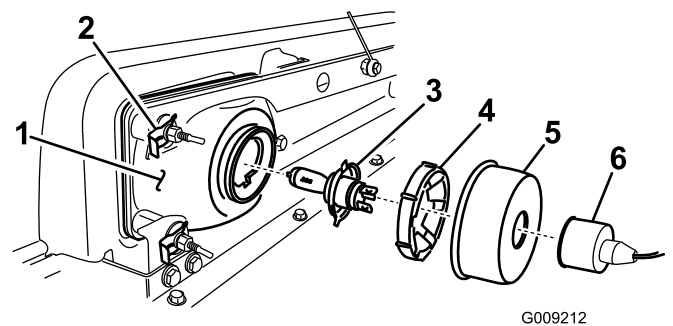

図 31
2. 保護用のゴム製ブーツを外す(図 31)。
2. ヘッドライト・アセンブリ全体を前に押し出して、前バンパーから外す（図 31）。
3. 取り付け穴に新しいヘッドライトを取り付ける（図 31）。柱状の合いマーク突起がバンパー側の取り付けブラケットの穴にそろるように取り付けること。